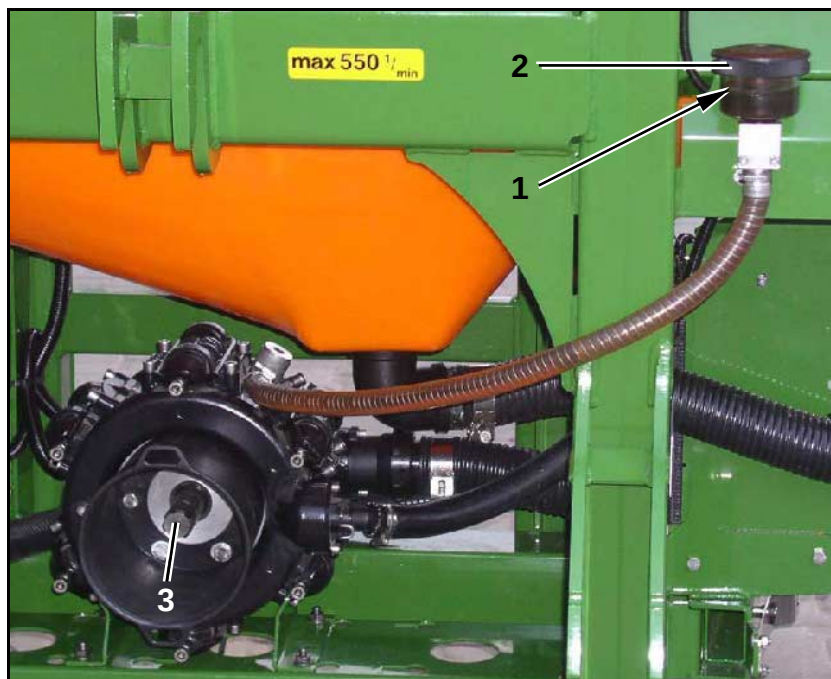

Fig. 224
1. Le niveau d'huile doit pouvoir être lu au repère dans le vase ou au voyant huile (Fig. 224/1), la pompe étant à l'arrêt et à l'horizontale.
2. Enlevez le couvercle (Fig. 224/2) et faites l'appoint d'huile si le niveau d'huile n'arrive pas au repère (Fig. 224/1).
2. Enlevez le couvercle (Fig. 224/2).
- 3.2 Tournez l'arbre d'entraînement (Fig. 224/3) à la main, jusqu'à ce que toute l'huile usagée soit évacuée. Indépendamment de cette procédure, il est possible sur la pompe - pistons-membranes de vidanger l'huile par le bouchon de vidange. En procédant ainsi, il reste quelques traces d'huile usagée à l'intérieur du carter de pompe. Pour cette raison nous recommandons de procéder comme indiqué en premier.
5. Faites tourner l'arbre (Fig. 224/3) d'entraînement à la main alternativement à droite et à gauche tout en versant lentement l'huile neuve. Le volume d'huile versé est correct lorsque l'huile arrive au repère dans le vase ou est visible à travers le voyant d'huile transparent (Fig. 224/1).